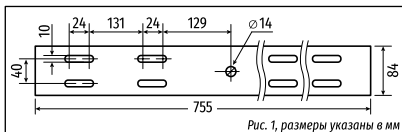

Рис. 1, размеры указаны в мм
1. Прожектор устанавливают на поверхности при помощи поворотной лиры с девятью отверстиями, Рис. 1.